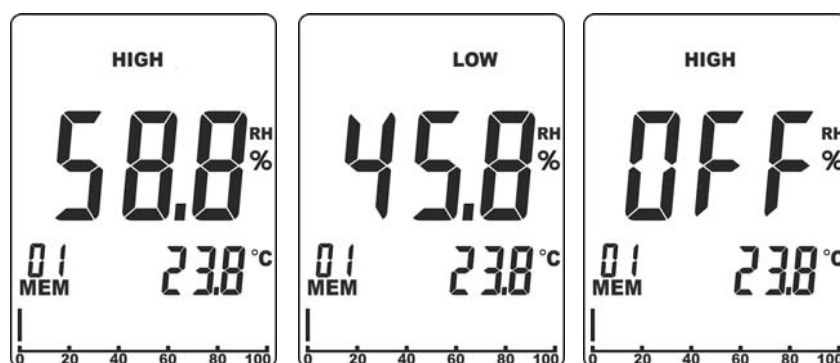

Fig. 5: Configuração do patamar de alarme na medição %RH
1. Premir simultaneamente durante alguns segundos os botões **RH%** e **MODE/ZERO**. O símbolo “HIGH” aparece na parte superior do display (ver Fig. 5 – parte esquerda)
2. Usar os botões seta ◀ ou ▶ para configurar o valor do patamar Máximo no intervalo: **0.1% ÷ 99.9%**. Nestas condições, o instrumento emitirá um som **intermitente** por valor medido da humidade superior ao patamar configurado. Selecionar a opção **“OFF”** para desativar o alarme (ver Fig. 5 – parte direita).
3. Premir o botão **MEM/ALM** para confirmar e passar para a configuração do patamar Mínimo. O símbolo **“LOW”** é apresentado na parte superior do display (ver Fig. 5 – parte central).